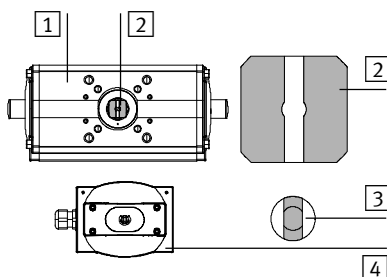

Fig. 9
5. Oriente el eje de la unidad de detección con una herramienta adecuada o con ayuda del acoplamiento de manera que el eje de la unidad de detección, el acoplamiento y el eje del actuador giratorio se enganchen entre sí de la manera deseada (para un ejemplo, véase la Fig. 9).